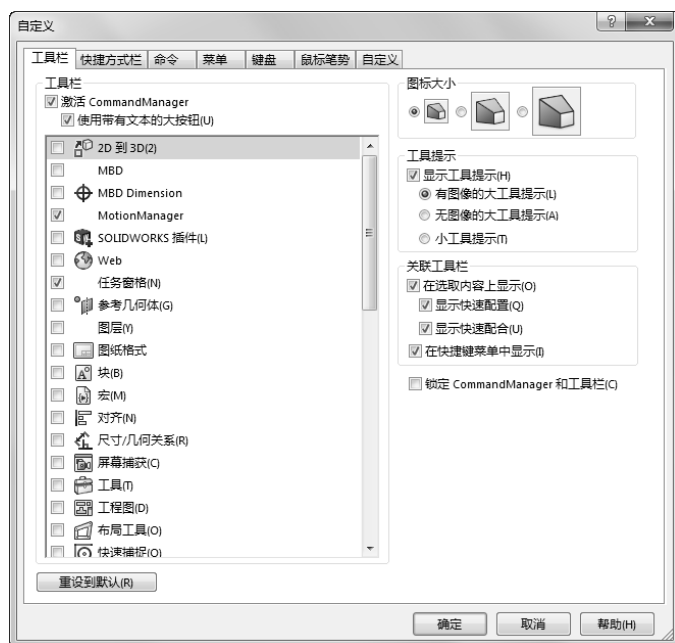

图 1-20 “自定义”对话框
(1) 选择菜单栏中的“工具”→“自定义”命令,或者在工具栏区域右击,在弹出的快捷菜单中选择“自定义”命令,此时系统弹出“自定义”对话框,如图 1-20 所示。
(2) 选择对话框中的“工具栏”选项卡,此时会出现系统所有的工具栏,选中需要打开的工具栏复选框。
(3) 确认设置。单击对话框中的“确定”按钮,在图形区中会显示选择的工具栏。